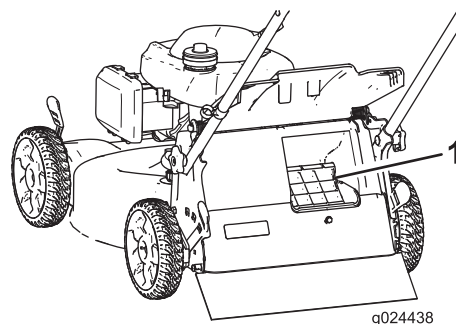

Figure 21
**Important:** Pour que le ramassage s'effectue correctement, enlevez les déchets d'herbe et autres qui se trouvent sur le volet de ramassage sur demande et l'ouverture (Figure 21) avant de changer la position du levier de ramassage sur demande.